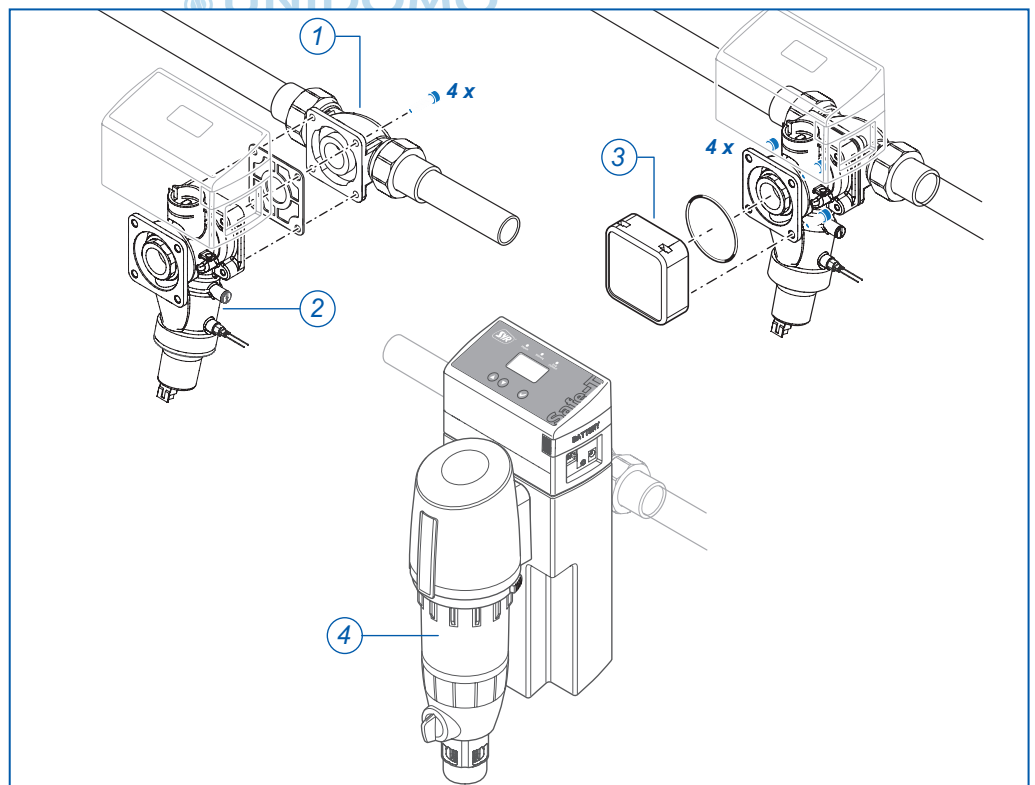

Abb. 3: Montage Safe-T Connect
- ▶ Montieren Sie den Safe-T Connect (2, Abb. 3) mit den vier Innensechskantschrauben und Dichtung an den Universalflansch (1).
- ▶ Verschließen Sie den vorderen Flanschanschluss mit einer Verschlusskappe (3, Art.-Nr. 2320.00.901) oder schließen Sie dort einen SYR DRUFI + (4) an.